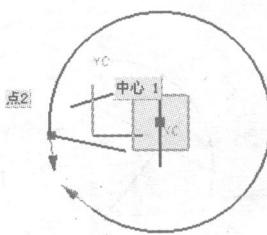

图 1-21 补弧示意图
- 单击【精选解】按钮，可以切换为补弧，如图 1-21 所示。